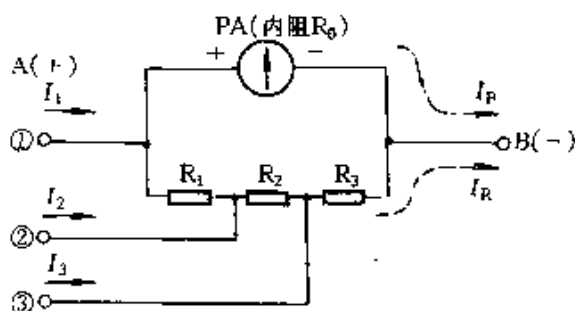

图 1-12
在并联电路中,支路电流的大小与支路电阻的大小成反比。因此,改变 I_P 和 I_R 两支路阻值的大小,即可改变电流分配比例,实现量程的转换。如图 1-12 所示,当被测电流 I_1 从 A① 端输入时, I_P 支路电阻为 R_0 , I_R 支路电阻为 $R_1 + R_2 + R_3$;而当